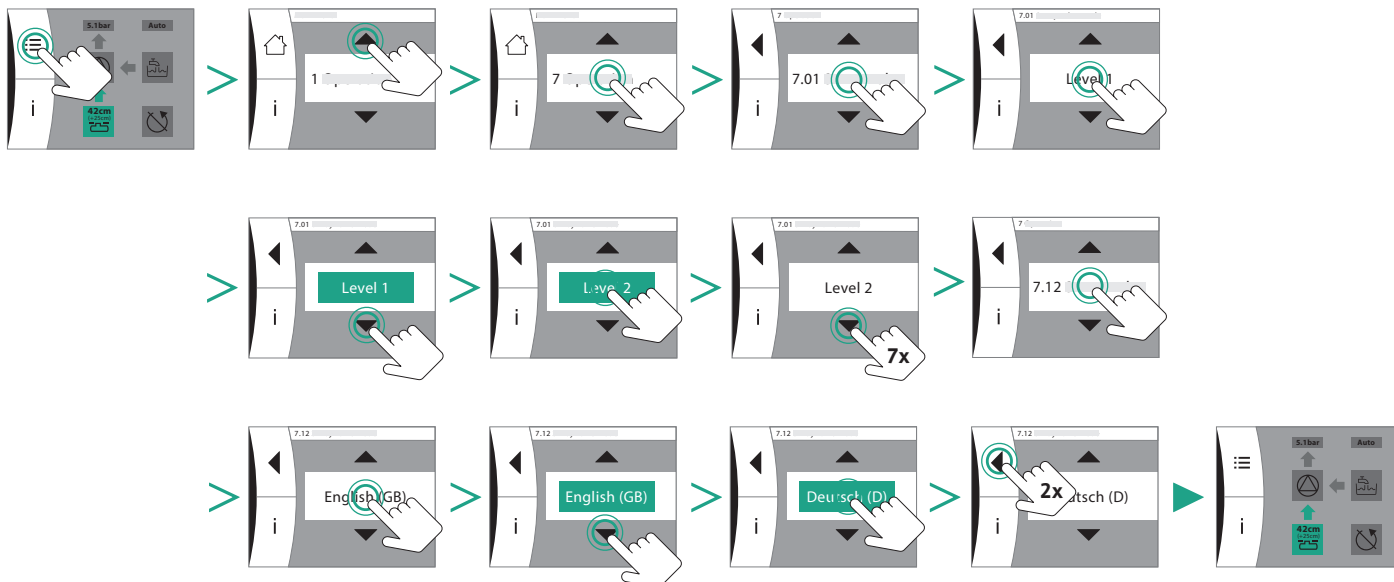

Fig. 24: Ustawienie języka
7. Wybrać preferowany język menu (Fig. 24).